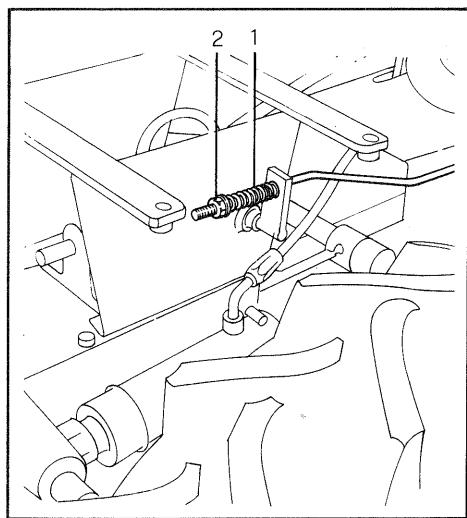

Fig. 23 - Bild 23
Periodicamente, o quando si verificano irregolarità di funzionamento, controllare la registrazione del comando di bloccaggio. Se necessario aumentare il carico della molla di richiamo (fig. 23, particolare 1) stringendo il dado di regolazione (2).
Either from time to time or whenever any trouble is experienced, the differential lock control assembly should be inspected. If needed, increase the return spring load (fig. 23, part 1) by tightening adjusting nut (2).
De temps en temps ou en cas de fonctionnement imparfait, il y aura lieu de contrôler l'état de la commande du blocage. Augmenter au besoin la charge du ressort de rappel (fig. 23, détail 1) en serrant l'écrou de réglage (2).
Falls erforderlich, die Belastung der Rückzugsfeder (Bild 23, Detail 1) dur Anziehen der Einstellmutter (2) erhöht werden.